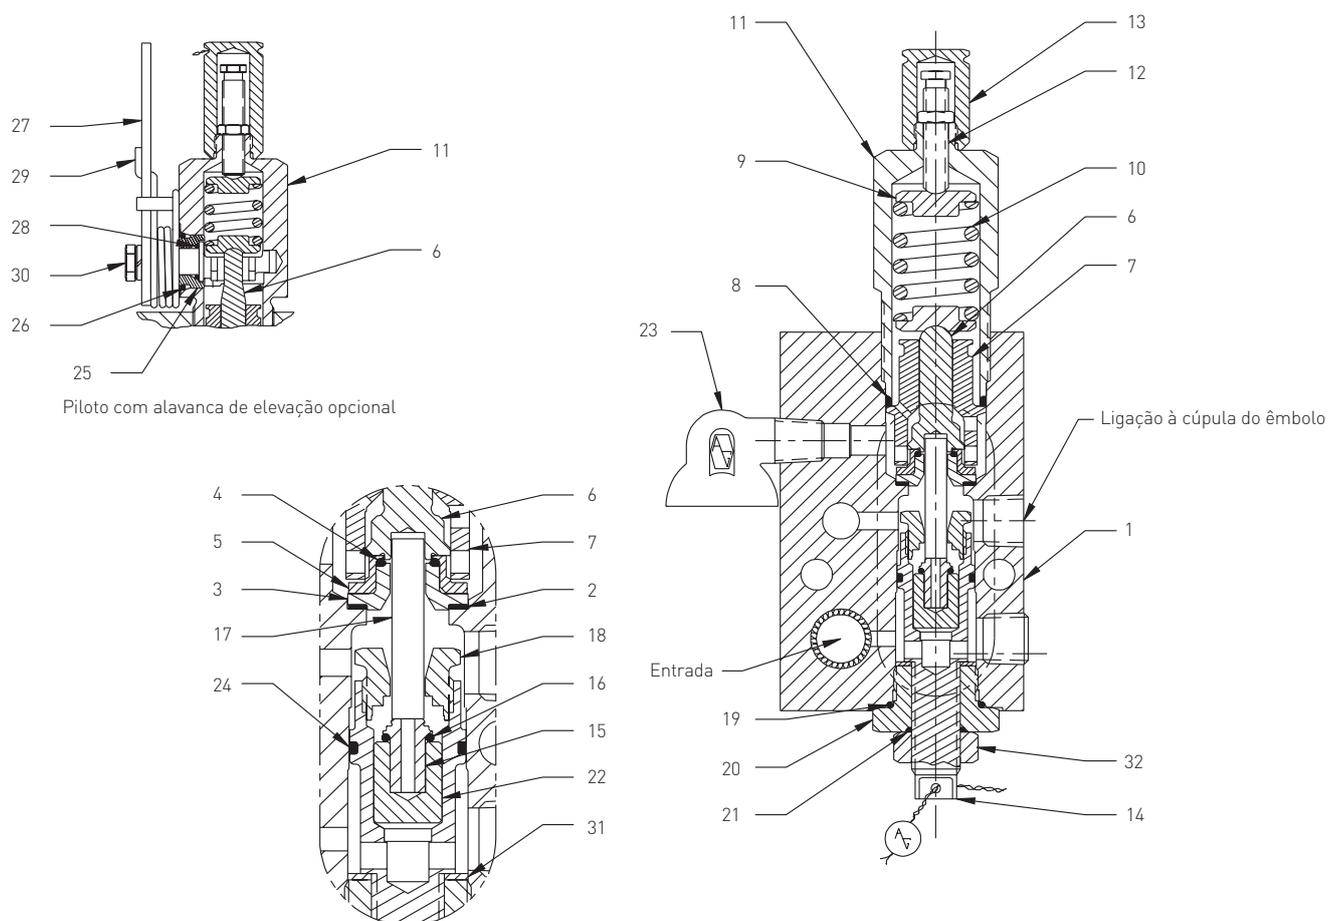

FIGURA 3
3.1.1 Para facilitar a montagem, colocar todas as peças numa disposição ordenada assim que são removidas, de modo a que as peças correctas possam ser montadas na sequência apropriada. Consultar a Figura 3 para informação sobre a descrição e localização das peças.